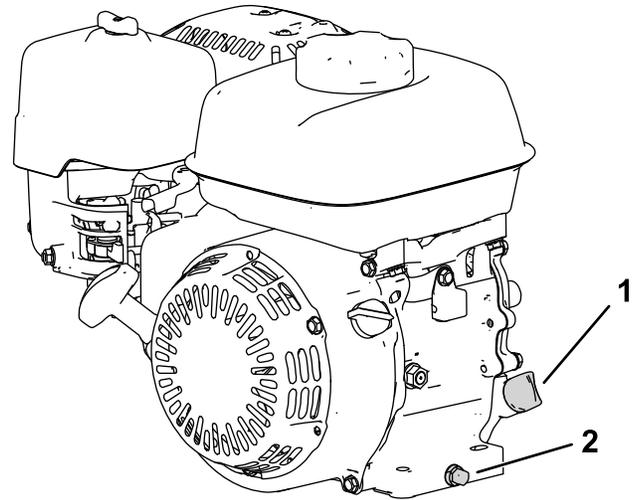

Figure 29
2. Positionnez la machine de sorte que le moteur soit de niveau et nettoyez la surface autour du tube de remplissage d'huile (Figure 29).
- Retirez le bouchon de vidange, la rondelle et la jauge (Figure 29).